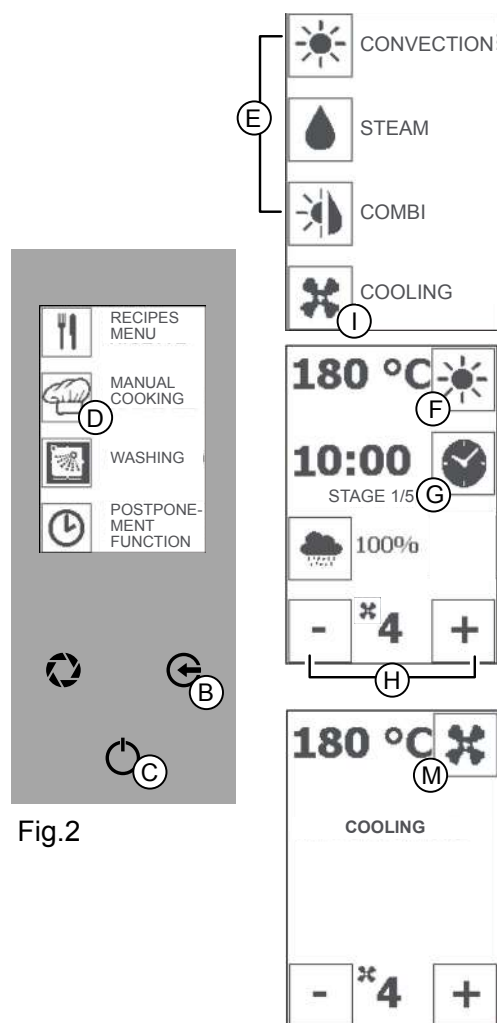

Fig.2
Prima o ícone “COZEDURA MANUAL” (Fig 2/D) e o tipo de cozedura desejado (Fig 2/E).
2. Prima os ícones “MENOS” e “MAIS” (Fig 2/H) para definir um valor compreendido entre 1 e 6.
Prima várias vezes a tecla “ESC” (Fig 2/B) para interromper a função e voltar para a página inicial.
2. Prima durante 3 segundos o ícone “TEMPERATURA” (Fig 2/F).
Prima a tecla “ENTER” (Fig 2/C) para sair da função.
Prima a tecla “ENTER” (Fig 2/C) e a tecla “ESC” para parar o pré-aquecimento e voltar para a página inicial.
Terminado o preaquecimento, é exibida a mensagem "CARREGAR" (Fig. 2 - Display 2). Abrir a porta e introduzir o produto. Depois de colocar o produto, feche a porta do forno. Inicia-se a cozedura definida.
Prima o ícone “COZEDURA MANUAL” (Fig 2/D) e o ícone “ARREFECER” (Fig 2/I).
Prima o ícone “VENTILAÇÃO” (Fig 2/M) e, com os ícones “MENOS” e “MAIS” (Fig 2/H), defina a temperatura desejada **até ao mínimo de 40 °C**. Prima a tecla “ENTER” (Fig 2/C) para iniciar a função.
No ecrã aparece a página correspondente (Fig 2/L)
Prima várias vezes a tecla “ESC” (Fig 2/B) para voltar para a página inicial.